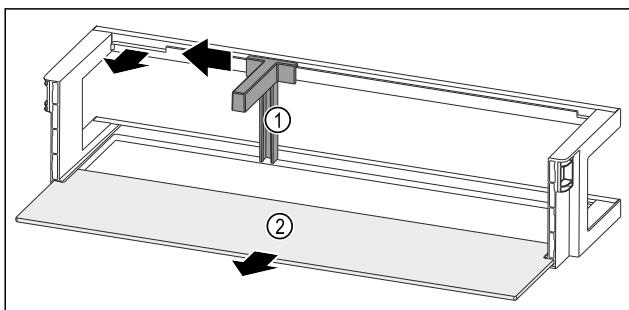

Fig. 98 Vratna polica z držalom za steklenice in odlagalno polico
- Držalo za steklenice Fig. 98 (1) potisnite povsem na stran do odprtine.
- Odstranite držalo za steklenice Fig. 98 (1).
- Odstranite polico za odlaganje Fig. 98 (2).